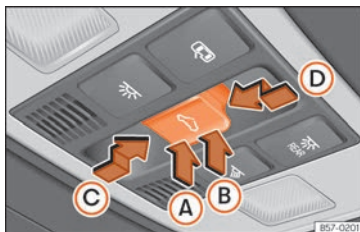

Abb. 90 Im Dachhimmel: Taste des Glasdachs.
Die Taste Abb. 90 hat zwei Stufen. In der ersten Stufe kann das Glasdach ausgestellt sowie ganz oder teilweise geöffnet oder geschlossen werden.
- *Glasdach*: 5 Sekunden ab der Aktivierung des Einklemmschutzes verstreichen, drücken Sie die Taste **Abb. 90** bis zur zweiten Stufe in Pfeilrichtung »» **Abb. 90** **Ⓢ** bis das Dach vollständig schließt.